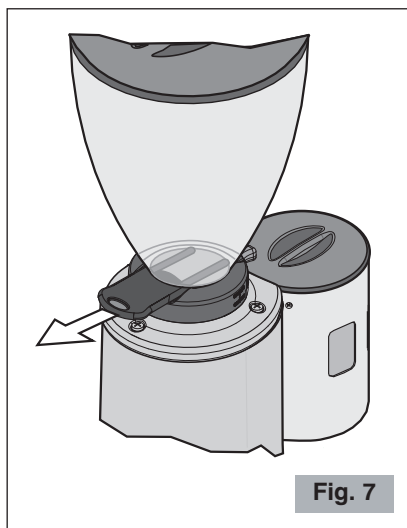

Fig. 7
**Accertarsi della completa apertura dell'otturatore della campana fino a fine corsa (ultimo scatto) (vedi Fig. 7).**